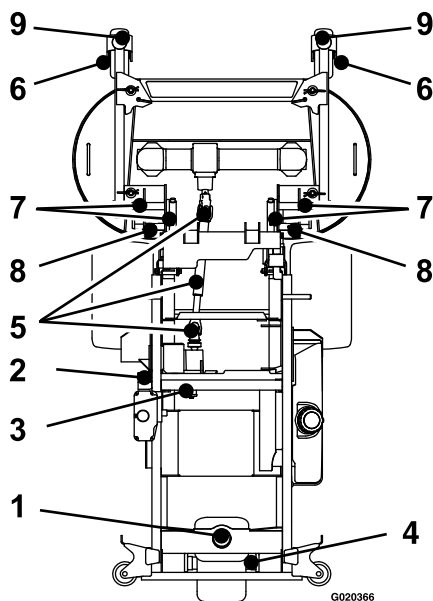

Figura 28
5. Lubrificate il braccio di rinvio cinghia-pompa (Figura 28).